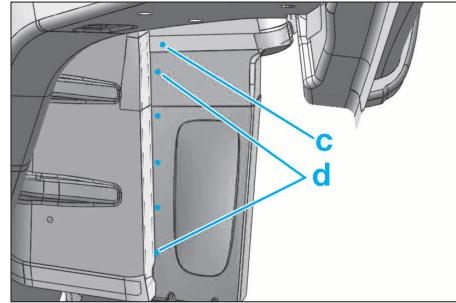

FIG. 116
- (c) et (d) par bouchonnage au Mig (Fig.116).